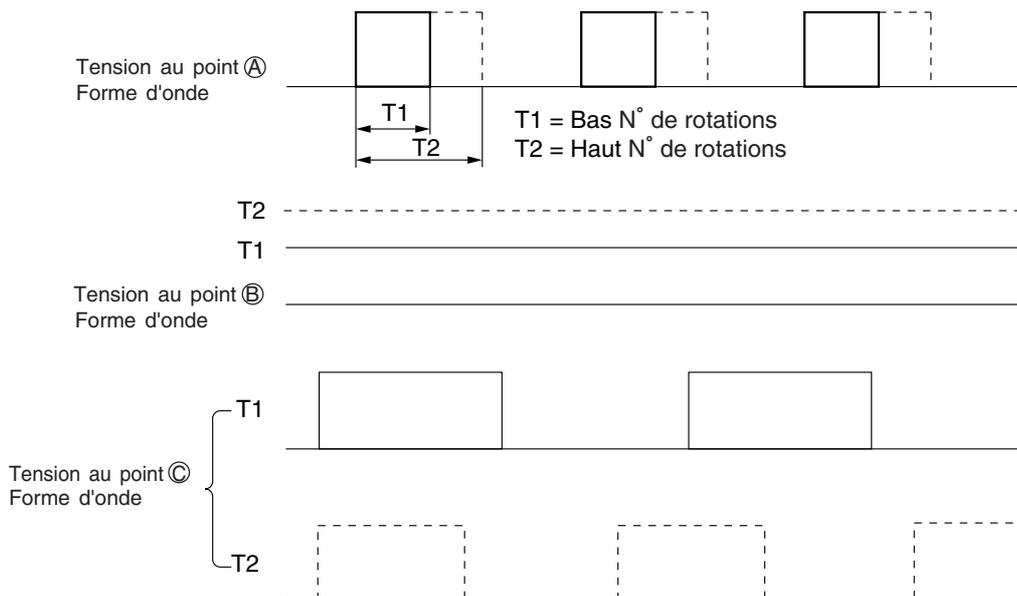

Fig. 6-2
- Pour le point (A), une pulsation de PWM (modulation d'impulsions en largeur) de 15,7 kHz sera émise de la broche (40) du microprocesseur, comme indiqué sur la Fig. 6-2. La plage d'impulsions variera en fonction des différentes vitesses de commande.